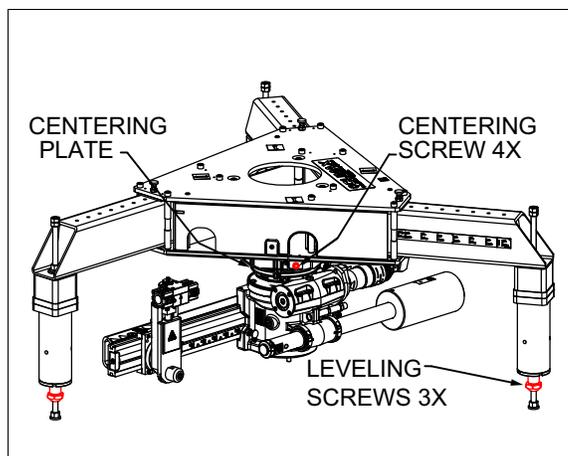

FIGURA 3-24. PUNTOS DE AJUSTE DEL AMARRE EXTERIOR
- Acople las patas verticales mediante soldadura con tachuelas en la tuerca M16 a la pieza de trabajo. Utilice un mínimo de 3/16" de soldadura x 1" largo (Figura 3-24).